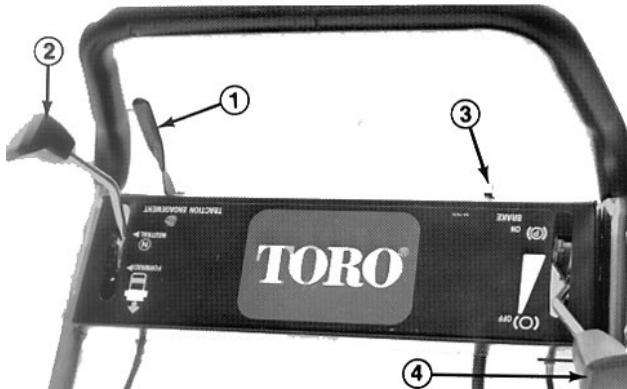
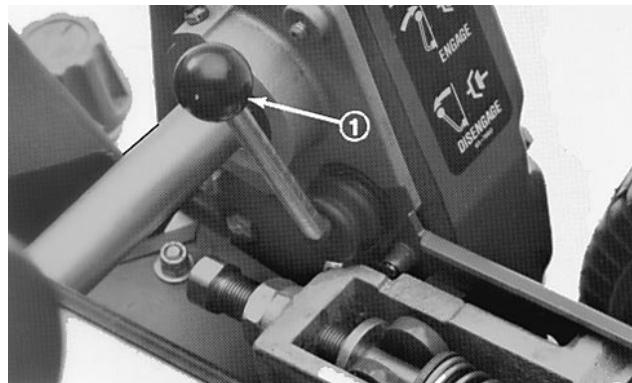

Fig. 12
Fig. 13
Alavanca de engate da tracção (Fig. 12)—Situada no lado direito à frente do painel de comando. A alavanca tem duas posições: NEUTRO e marcha À FRENTE. Empurrando-se a alavanca para a frente engata-se a transmissão de tracção.
Interruptor de Ligação/Corte (Fig. 12)—Situado atrás do lado esquerdo do painel de comando. Mover o interruptor para LIGAÇÃO para ligar o motor e para CORTE para fazer parar o motor.
Travão de marcha/aparcamento (Fig. 12)—Situado à frente do lado esquerdo do painel de comando. Usar o travão para desacelerar ou parar a máquina. O travão também pode ser usado como travão de aparcamento. Puxando alavanca para trás sobre o centro irá engatar o travão de aparcamento.
Comando do acelerador (Fig. 12)—Situado atrás do lado direito do painel de comando. O comando tem duas posições: marcha LENTA e marcha RÁPIDA. A velocidade do motor pode ser variada entre estas duas regulações.
Alavanca de engate da transmissão dos carretéis (Fig. 13)—Situada no canto dianteiro direito da máquina. A alavanca tem duas posições: ENGATE e DESENGATE. Puxar a alavanca para cima para engatar o carretel ou empurrar para baixo para desengatar o carretel.
1. Assegurar que as alavancas de tracção (Fig. 12) e transmissão dos carretéis (Fig. 13) estão na posição de DESENGATE.
3. Mover o interruptor de LIGAÇÃO/CORTE (Fig. 12) para a posição de LIGAÇÃO.
4. Mover o comando do acelerador (Fig. 12) para marcha RÁPIDA.